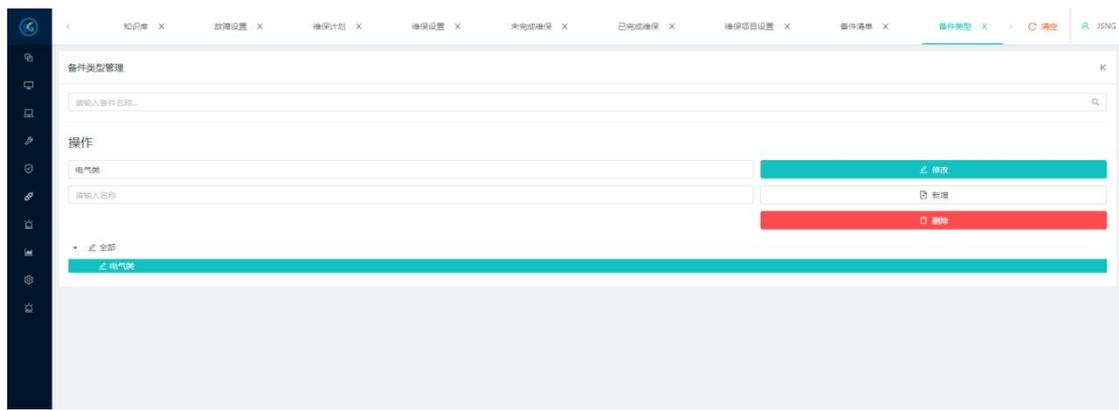

图 13.4
点击“设备备件管理”下拉菜单中的“备件类型”，系统显示备件列表界面，如图 13.4 所示。用户在添加备件时选择备件类型的下拉数据。功能与“设备类型”相似
(1) 点击“点检管理”下拉菜单中的“点检任务”，系统弹出点检任务列表界面，供用户查看点检任务，如图 13.4 所示。